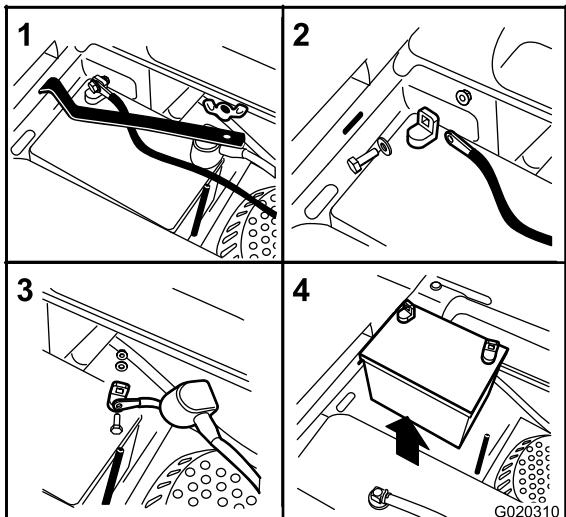

Figura 44
3. Retire la tuerca de orejeta que sujetla la abrazadera de la batería (Figura 44).
4. Retire la abrazadera (Figura 44).
5. Primero desconecte el cable negativo (negro) del borne negativo (–) (negro) de la batería (Figura 44).
6. Retire la cubierta de goma roja del borne positivo (rojo) de la batería y retire el cable positivo (+) (rojo) (Figura 44).
1. Coloque la batería en la bandeja con los bornes en el lado opuesto del depósito de combustible (Figura 44).
4. Fije los cables con 2 pernos, 2 arandelas, y 2 contratuerca (Figura 44).
6. Instale la abrazadera y sujétela con la tuerca de orejeta (Figura 44).